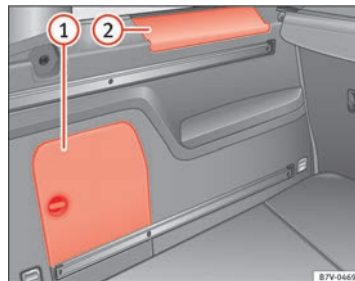

Fig. 115 Nel bagagliaio: vano portaoggetti laterale.
Sul fianco del bagagliaio ci sono altri vani portaoggetti ⇒ fig. 115 ① e ②. Per aprire il vano ①, ruotare la chiusura in senso orario. Per aprire il vano ②, sollevare la copertura. All'interno del vano ① può essere presente lo